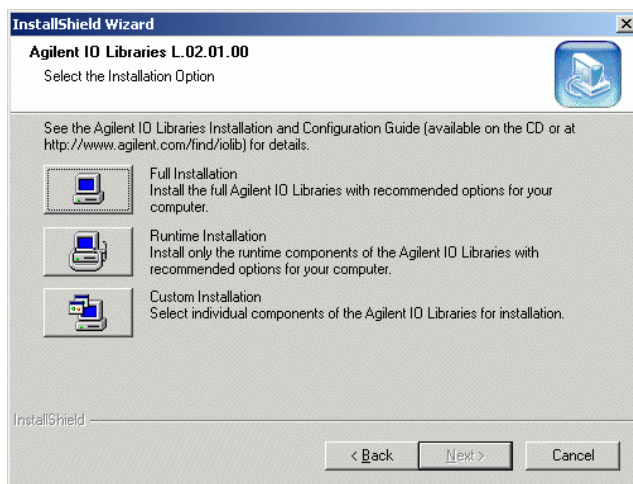

Figure 15 Choisissez l'installation complète des composants SICL et VISA.
- 3 Choisissez **Full installation** (Installation complète) pour installer les bibliothèques SICL et les composants VISA (voir Figure 15, page 55). Sélectionnez **Next** (Suivant) pour faire démarrer par le système l'installation des composants SICL et VISA des bibliothèques E/S.